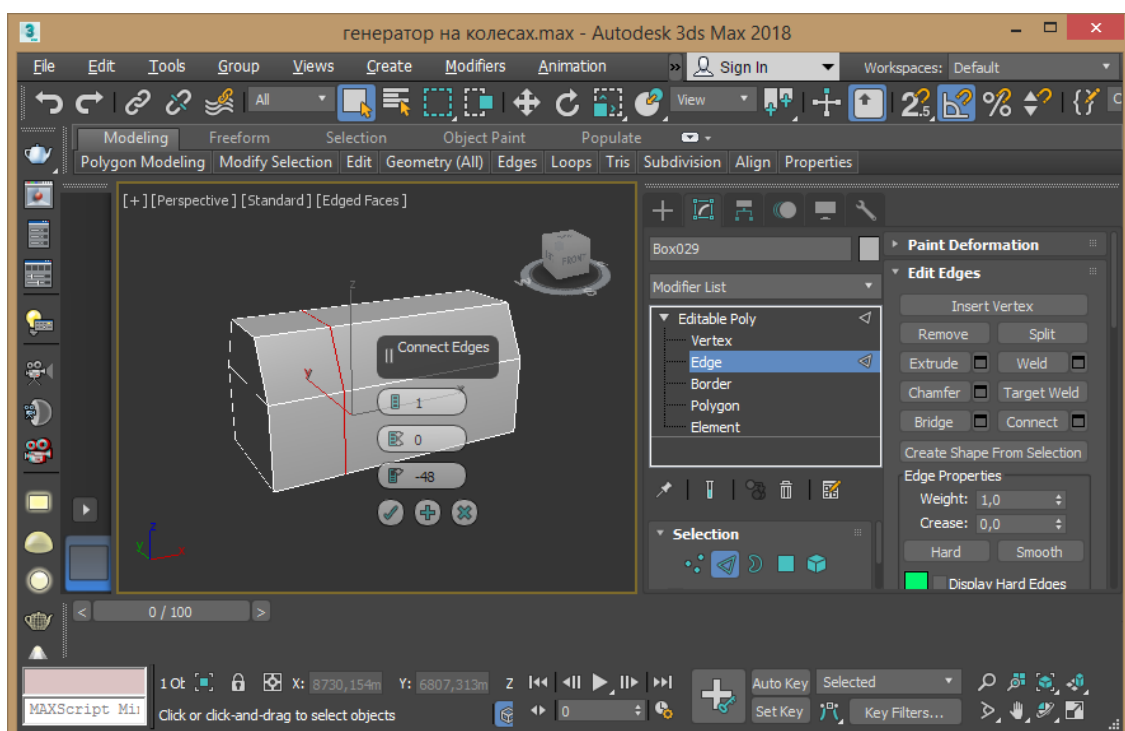

Рис. 2.4 – Редагування ребер
4. Перемикаємося в режим редагування ребер Edge і виділяємо усі горизонтальні ребра. Ділимо їх командою Connect з параметрами 1, 0, -48 (рис.2.4).